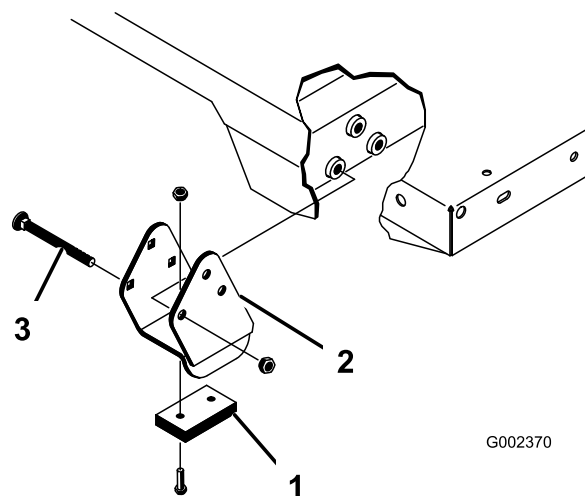

Figure 34
Remarque: Les entretoises et les cales d'usure (Figure 34) doivent être installées avec les têtes des boulons à l'intérieur de la machine.
- Placez le plateau sur le châssis du véhicule avec précaution et en alignant les trous des plaques de pivot arrière sur ceux du profilé arrière du châssis. Montez 2 axes de fixation et goupilles à anneau (Figure 34).
- Abaissez le plateau, fixez chaque extrémité de la tige du vérin aux fentes appropriées dans les plaques de montage du plateau au moyen d'un axe et d'une goupille à anneau. Insérez l'axe de fixation par l'extérieur du plateau, la goupille à anneau étant à l'extérieur (Figure 34). Les fentes arrière sont réservées à l'installation du plateau complet et les fentes avant à l'installation du plateau 2/3.